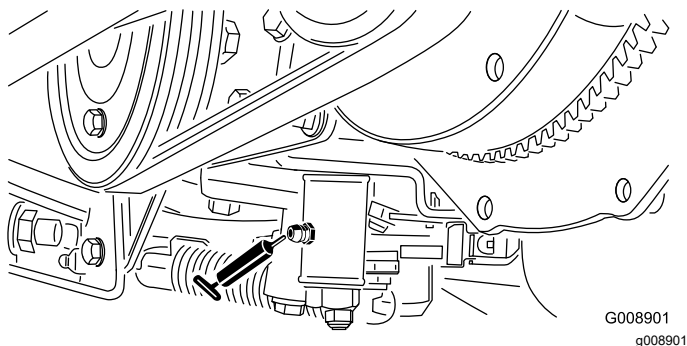

Figure 45
- Mécanisme de réglage du point mort (Figure 45)